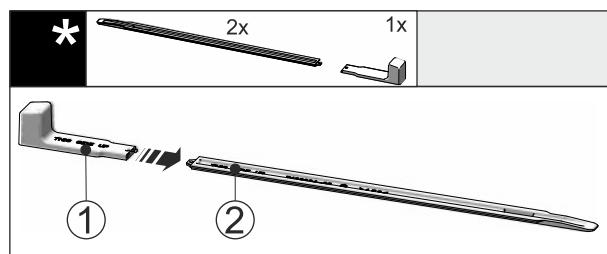

Fig. 43
- Ataşați mânerul de montare Fig. 43 (1) la șina de nivelare Fig. 43 (2).